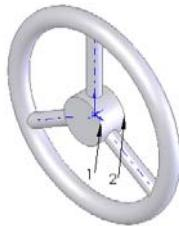

图 4-44 圆周阵列后的图形
**19** 圆周阵列实体。在菜单栏中选择“插入”→“阵列/镜像”→“圆周阵列”命令，或者单击“特征”工具栏中的“圆周阵列”图标按钮A，此时系统弹出如图 4-43 所示的“圆周阵列”属性管理器。按照图示进行设置后，单击属性管理器中的“确定”图标按钮✓，结果如图 4-44 所示。
**20** 圆角实体。在菜单栏中选择“插入”→“特征”→“圆角”命令，或者单击“特征”工具栏中的“圆角”图标按钮 $\text{C}_\text{圆角}$ ，此时系统弹出“圆角”属性管理器。在“半径”一栏中输入 3，然后选择图 4-44 中的边线 1 和边线 2。单击属性管理器中的“确定”图标按钮 $\checkmark$ 。